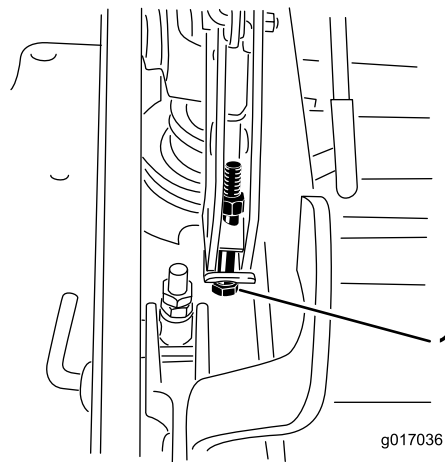

Figura 110
12. Si la carcasa está demasiado baja, apriete el perno del ajuste de un solo punto girándolo en el sentido de las agujas del reloj. Si la carcasa está demasiado alta, afloje el perno del ajuste de un solo punto girándolo en el sentido contrario a las agujas del reloj (Figura 110).